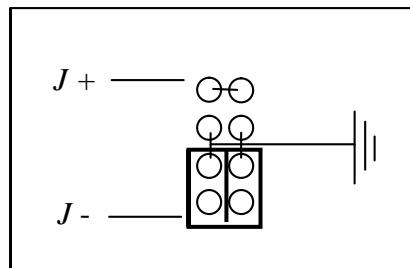

Рис. 9 Заземление минусовой клеммы
- 12.3 На основной плате возле отрицательной выходной шины найдите разъем заземления – см. рис. 9. Заводская установка перемычки – заземление по минусовой клемме источника.